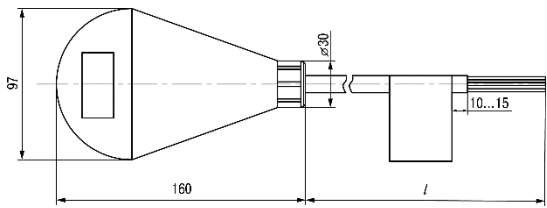

Рисунок 1.1 – Габаритні розміри
Габаритні розміри	Див. рисунок 1.1
- робочий простір резервуара і габаритні розміри ПСУ дозволяють монтувати пристрій і забезпечити його нормальне функціонування на об'єкті (див. *рисунок 1.1* і *розділ 4*);